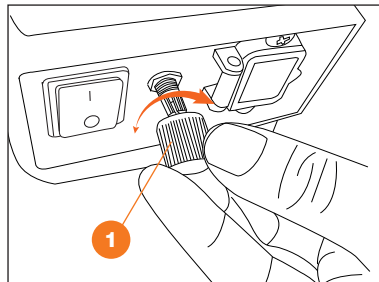

Рис. 9
- Регулятор ❶ поверните по часовой стрелке до щелчка и выбирайте требуемое давление, вращая его по часовой стрелке, при этом рукоятку управления держите нажатой, в процессе использования включение и отключение насоса будет происходить автоматически при нажатии или освобождении рукоятки управления.
- По окончании работы с низким расходом и давлением вращайте регулятор ❶ против часовой стрелки до щелчка (Рис. 9).